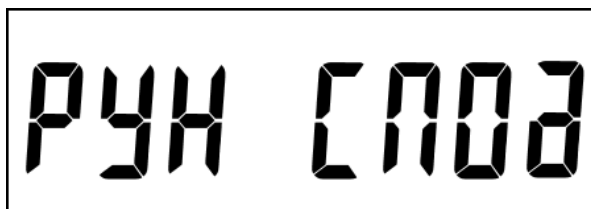

Рисунок 86 – Настройка РУН на работу по алгоритму СПОДЭС
- в первом кадре отображается наличие РУН и алгоритм управления нагрузкой СПОДЭС, см. рисунок 86: